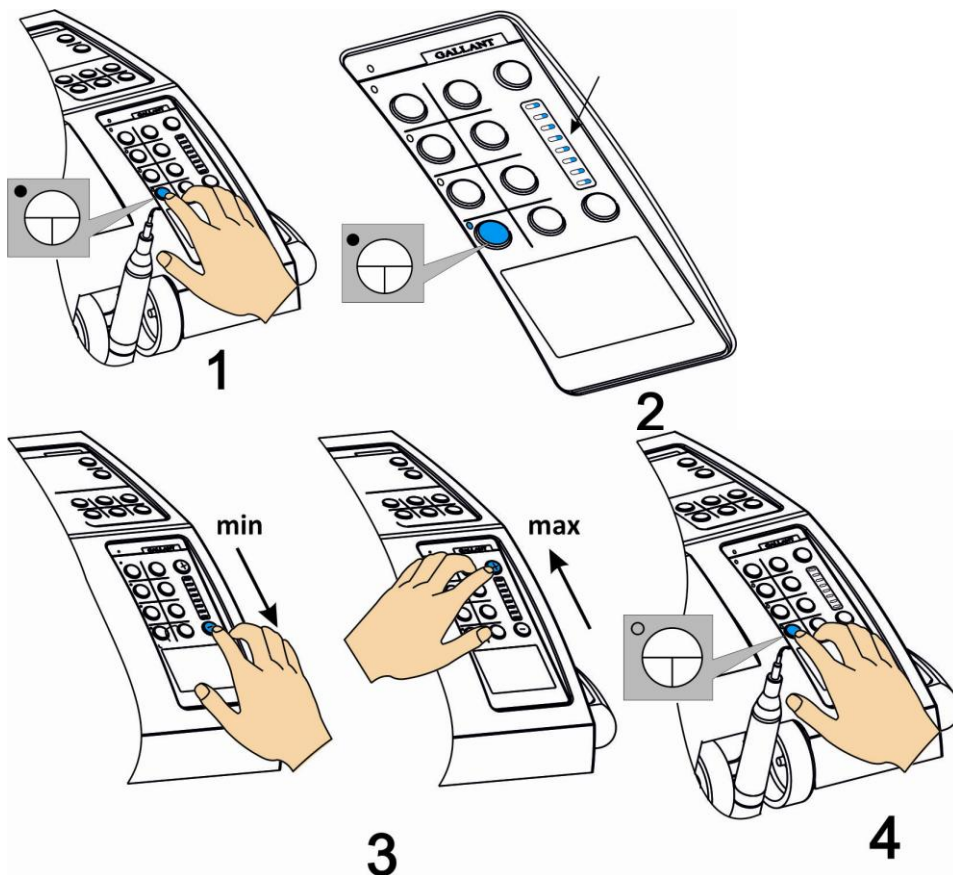

Рисунок 5.3.3.1 Налаштування крутного моменту мікромотора в режимі ЕНДО
1. Натисніть кнопку вмикання режиму ЕНДО, при цьому миготить індикатор який означає встановлення даного режиму (див. Рисунок 5.3.3.1).